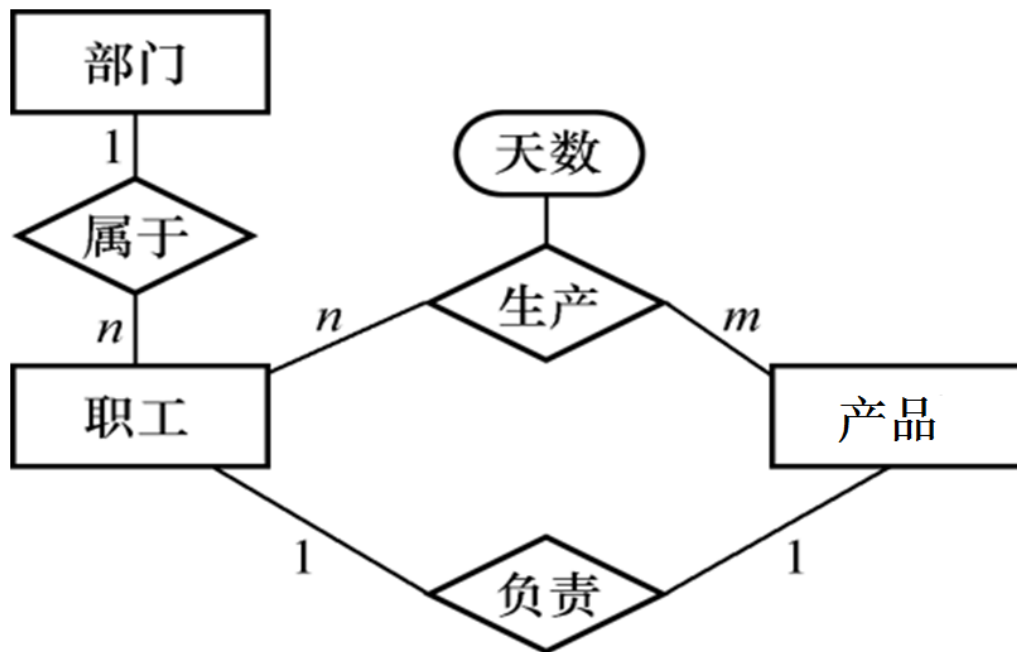

图7.27 劳动人事管理的分E-R图
①确定分E-R图实体之间的数据依赖。
- ✓ 实体之间一对一、一对多、多对多的联系可以用实体码之间的函数依赖来表示。于是有函数依赖集 $F_L$ ，如图7.27中：